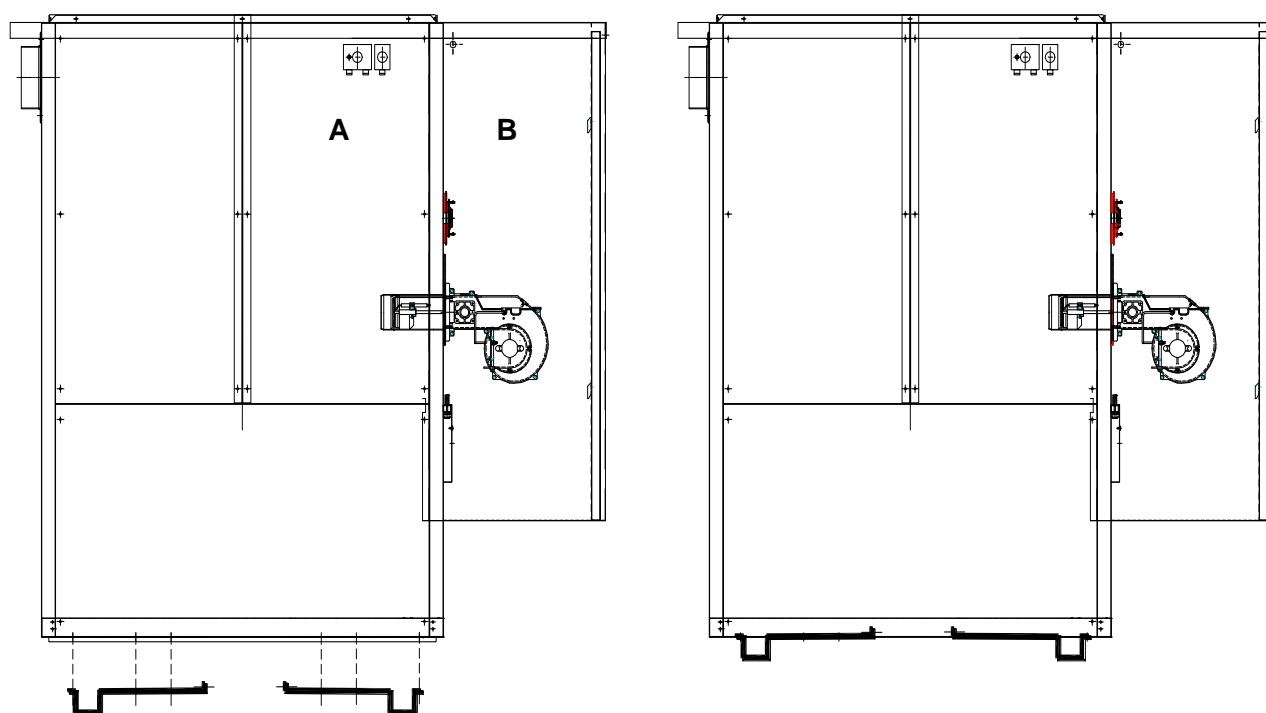

Рис. 1
Данная операция нужна только для типов MID 2065 В – 2270 В (см. рис. 1).
- Перед установкой необходимо снять боковые панели генератора (на рис. 1 обозначены буквой А).
- Потом необходимо закрепить две боковые панели шкафа горелки (на рис. 1 обозначены буквой В) так, что одна вертикальная сторона зафиксорируется между углом корпуса и боковой панелью генератора.